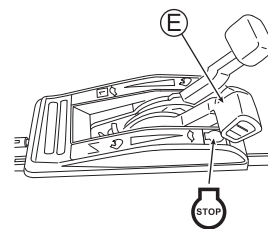

Fig. 14
- O motor pára se a lâmina ficar presa com a alavanca do acelerador (E) na posição " ".
- 2 Coloque a alavanca do acelerador (E) em "STOP". (Veja a fig. 14)